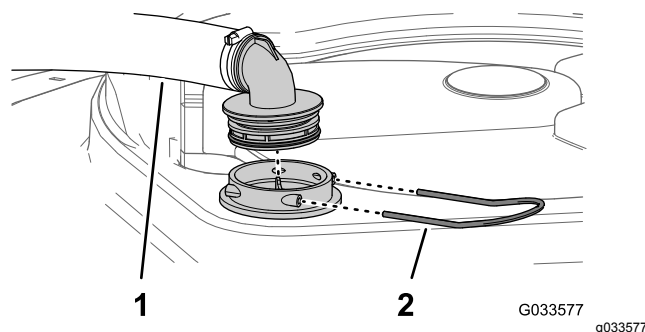

Bild 95
2. Nehmen Sie oben am Sprühbehälter den Halter ab, mit dem das Schlauchanschlussstück befestigt ist, das am dicken Schlauch und dem Filtergehäuse angeschlossen ist (Bild 95).
3. Nehmen Sie den Schlauch und das Schlauchanschlussstück vom Filtergehäuse ab (Bild 95).